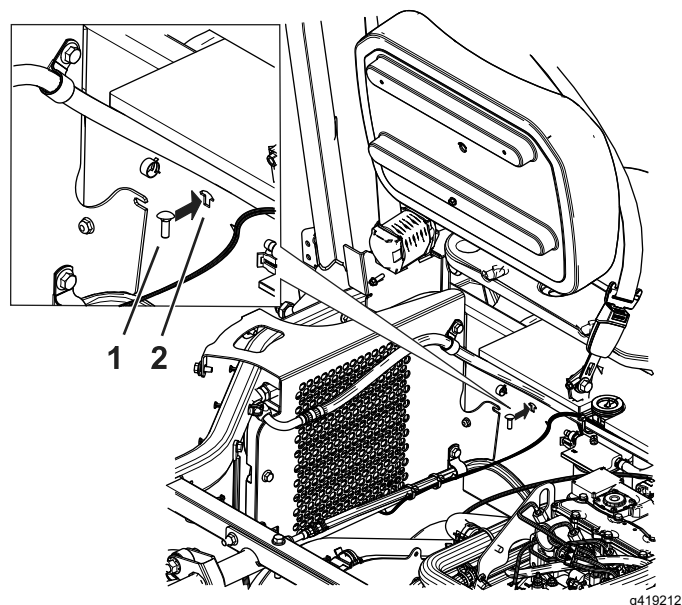

Figure 46
13. Pour les machines à moteur à essence, installez le boulon de carrosserie (1/4" x 3/4") et un contre-écrou (1/4") sur la machine, en vous servant de l'encoche prévue pour le boulon de carrosserie (Figure 46).